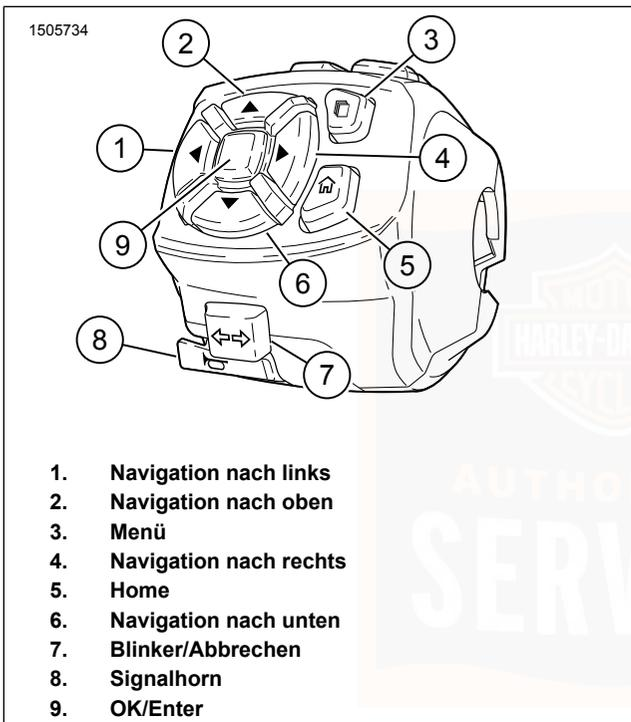

Abbildung 29. LHCM – unten
Siehe Abbildung 29. Durch Drücken der Home-Taste (5) wird das IM wieder zum Tacho-/Kilometerzähler-Bildschirm zurückgestellt.
Siehe Abbildung 29. Die Menütaste (3) drücken, um auf die IM -Menüauswahl zuzugreifen. Siehe Infotainment (falls vorhanden) (Seite 96).
Siehe Abbildung 29. Die linke Navigationstaste (1) drücken, um am IM nach links zu scrollen.
Siehe Abbildung 29. Die obere Navigationstaste (2) drücken, um am IM nach oben zu scrollen.
Siehe Abbildung 29. Die rechte Navigationstaste (4) drücken, um am IM nach rechts zu scrollen.
Siehe Abbildung 29. Die untere Navigationstaste (6) drücken, um am IM nach unten zu scrollen.
- **Linker Blinker:** Siehe Abbildung 29. Den Blinkerschalter (7) nach links drücken, um den linken Blinker zu aktivieren.
- **Rechter Blinker:** Siehe Abbildung 29. Den Blinkerschalter (7) nach rechts drücken, um den rechten Blinker zu aktivieren.
- **Abbruch:** Siehe Abbildung 29. Den Blinkerschalter (7) gerade hereindrücken, um die Blinkersignale manuell zu stoppen.
Siehe Abbildung 29. Das Signalhorn wird über die Signalhorntaste (8) betätigt. Das Signalhorn kann bis zu 10 s lang ertönen. Wenn die Signalhorntaste länger gedrückt wird, schaltet das Signalhorn automatisch ab.
Siehe Abbildung 29. Die Taste OK/Enter (9) drücken, um einen Bereich im IM zu bestätigen oder einzugeben.